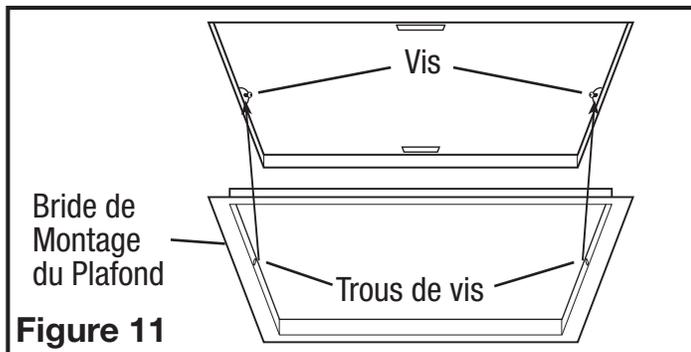

Figure 11
4. Installez la bride de montage au plafond pour couvrir tous les espaces qui existent entre le boîtier et le plafond fini. Retirer les deux vis qui relient la bride de montage au boîtier. Placez un scellant (non fourni) sur le bord intérieur de la bride de montage au plafond pour assurer que la bride est scellée au plafond. Alignez les trous de vis dans la bride de montage avec les trous de vis à l'intérieur du boîtier et appuyez la bride en place afin qu'elle soit bien serrée contre le plafond. Réinstallez les vis de la bride de montage à l'intérieur du boîtier (Figure 11).